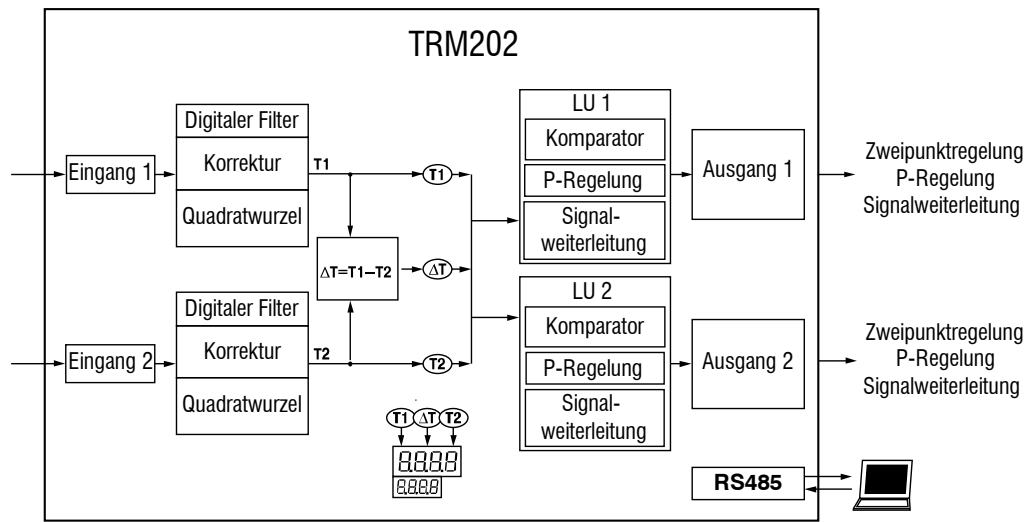

Abb. 6.2 Blockschaltbild
Die Kombination einer Regeleinheit (LU) mit ihrem Eingangsparameter und dem zugeordneten Ausgang definiert einen Steuerkanal (siehe Abb. 6.2).